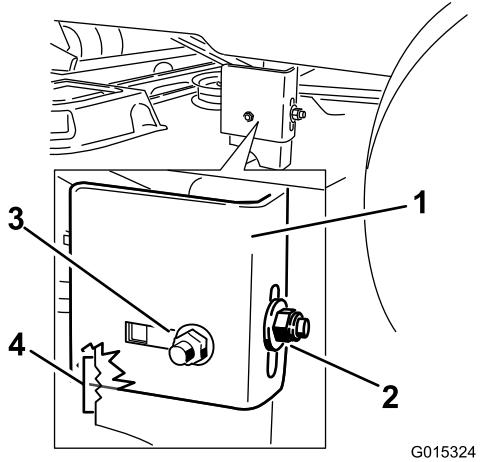

Figure 50
10. Arrêtez le tablier de coupe et vérifiez sa hauteur, puis serrez l'écrou de blocage arrière sur le support pour fixer cette nouvelle position (Figure 50). Serrez l'écrou de blocage latéral sur le support.